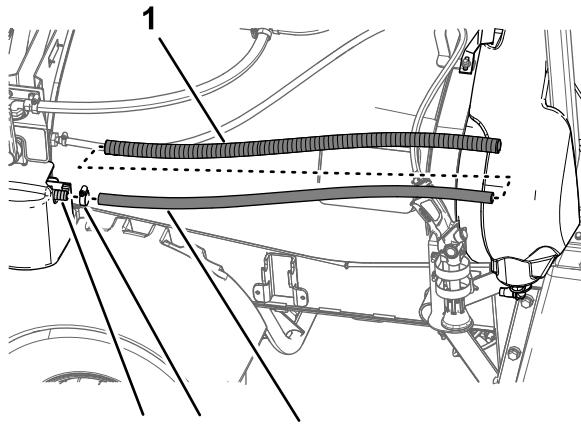
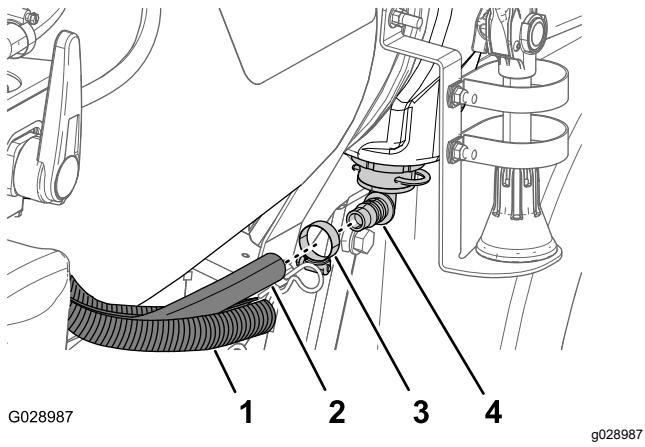

Figura 49
Figura 50
- Monte o tubo 1,9 x 114 cm na união roscada reta no lado dianteiro da bomba do depósito de lavagem (Figura 49).
- Fixe o tubo à união com uma braçadeira de tubos (Figura 49).
- Passe a conduta de tubo por cima do tubo deixando cerca de 30 cm da extremidade livre do tubo exposta (Figura 49 e Figura 50).
4. Monte a extremidade livre do tubo na união roscada de 90° na parte inferior do depósito de lavagem (Figura 50).
5. Fixe o tubo na união com uma braçadeira de tubos e termine de envolver a extremidade do tubo com a conduta do tubo (Figura 50).